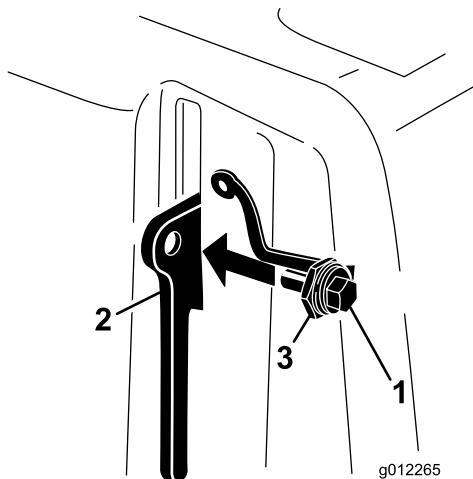

Figura 10
- Inserite il bullone nella leva del dispositivo di fermo (Figura 10).